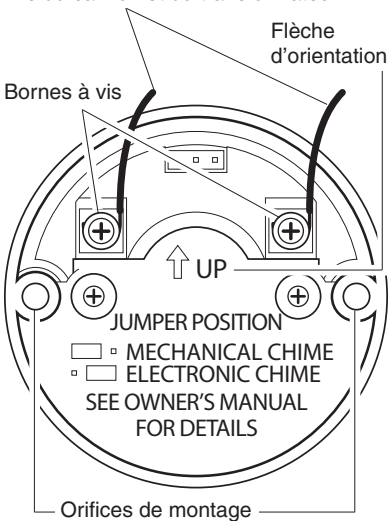

Figure 1 - Connexion des fils du carillon au bouton-poussoir (arrière illustré)
1. Raccordez les deux fils du carillon et du transformateur aux bornes à vis à l'arrière du bouton-poussoir (consultez la Figure 1). Appuyez sur le bouton-poussoir pour en vérifier le fonctionnement.